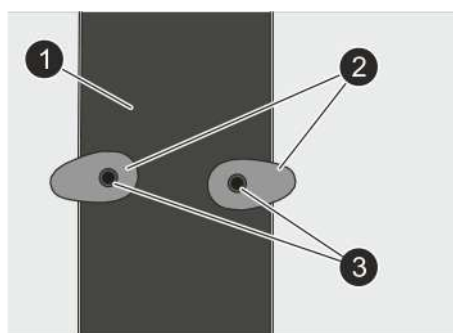

Fig. 38: Abrazaderas
1. ➔ En el lado de manejo de los cubos individuales atornille las abrazaderas (Fig. 38/2) junto con las coquillas termoaislantes (Fig. 38/1) con tornillos con hueco hexagonal en la cabeza (Fig. 38/3).